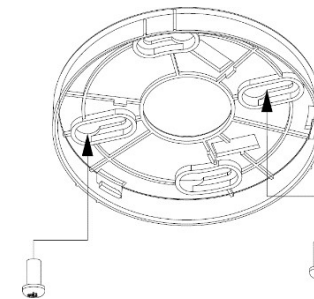

Fig. 2 – Montera basen
5. Fäst basen i taket med de medföljande skruvarna (se bild 2).